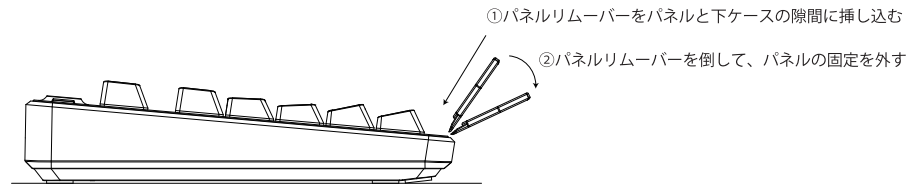

図1. パネルリムーバー挿入方法
1. 付属のパネルリムーバーをパネルと下ケースの隙間に挿し込みます。挿し込む際はパネル固定部より横にずらした位置に挿し込んでください。(図1、2参照)
2. パネルリムーバーを倒して、パネルの固定(8ヶ所)を外します。(図1参照)
5. クリアパネルをキーボードにセットし、パネル固定部付近を上から押し込みパネルを固定します。 押し込みの際はパネル固定部の番号順にキーボードの奥、左右、手前の順番で押し込んで固定してください。(図1参照)